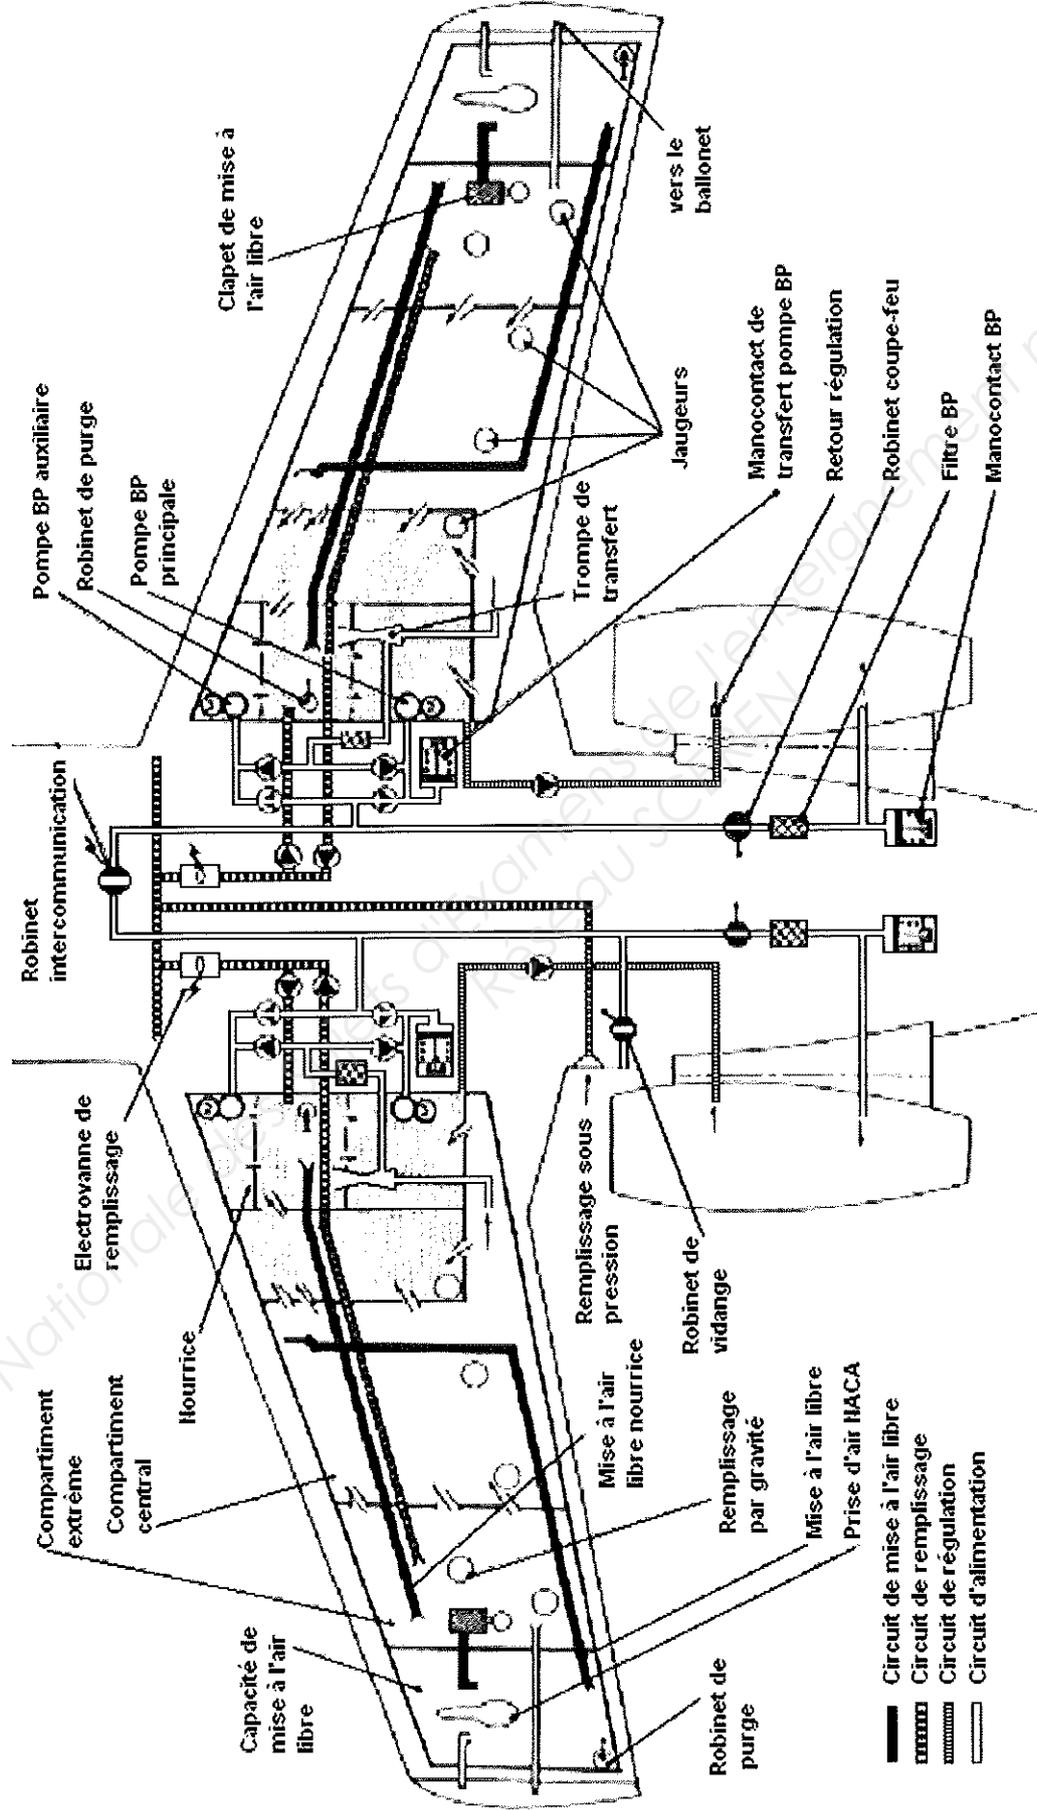

Figure 11
- Deux électrovannes 5QU et 6QU (une par demi voilure) voir figure 11 page12 du DT sont installées sous le fuselage dans les carénages de voilure, le long de la nervure d'emplanture. Ces électrovannes sont commandées électriquement en 28 vdc pour le remplissage et la vidange, mais elles ne peuvent être commandées manuellement que pour la vidange (bouton à tirer). Pour obtenir l'ouverture de l'électrovanne lors du remplissage, il faut qu'elle reçoive la pression du carburant et le courant de commande sur le solénoïde remplissage.